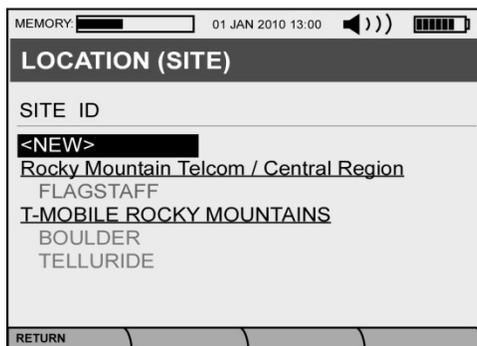

Figura 2.8. Pantalla de Selección del Sitio
La **Figura 2.1** muestra la pantalla de **PLANTILLAS DE CONFIGURACIÓN DE PRUEBA**. Cuando **CONFIGURACIÓN DE CADENA** es seleccionada, el usuario será guiado a través de la tres (3) pantallas mostradas en la **Figura 2.8, 2.9 y 2.10**.